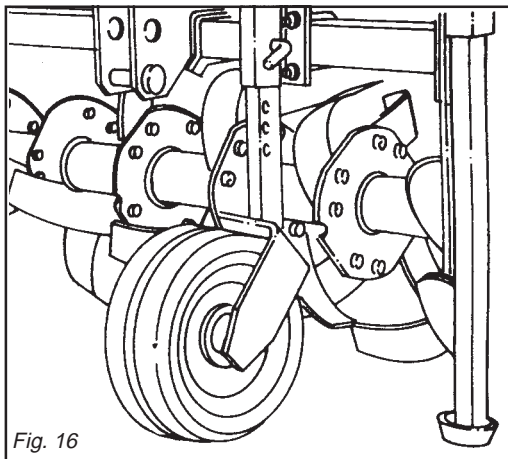

Fig. 16
**Zappatrici con ruote anteriori:** la regolazione si può effettuare anche con due ruote poste anteriormente alla zappatrice (Fig. 16).
**Rotary cultivators with front wheels:** depth regulations can also be done with the two front wheels (Fig. 16).
**Hackfräsen mit vorderen Laufrädern:** Die Einstellung kann auch mit zwei Rädern erhalten werden, die vor der Hackfräse angeordnet sind (Abb. 16). Diese Räder werden in der Regel auf der Spurweite der Schlepperräder angeordnet, damit sie keine eigene Furche entstehen lassen. Die Einstellung wird durch eine Reihe von Bohrungen möglich, die im beweglichen Teil des senkrechten Trägers vorhanden sind.
**Houes avec roues avant:** le réglage est aussi possible avec les deux roues placées à l'avant de la houe (Fig. 16).
**Binadoras con ruedas delanteras:** la regulación puede efectuarse también con dos ruedas situadas en la parte anterior de la binadora (Fig. 16).